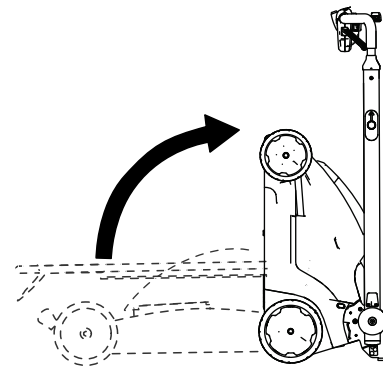

Bild 22
5. Kippen Sie die Maschine zurück und rollen Sie sie am Holm an den Aufbewahrungsort (Bild 22).